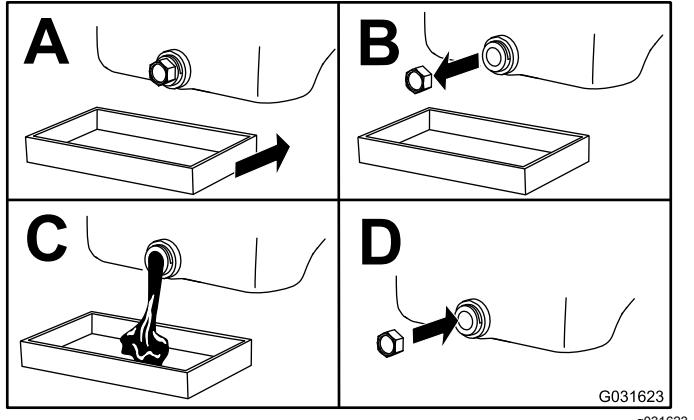

Figura 35
3. Cambie el aceite (Figura 35).